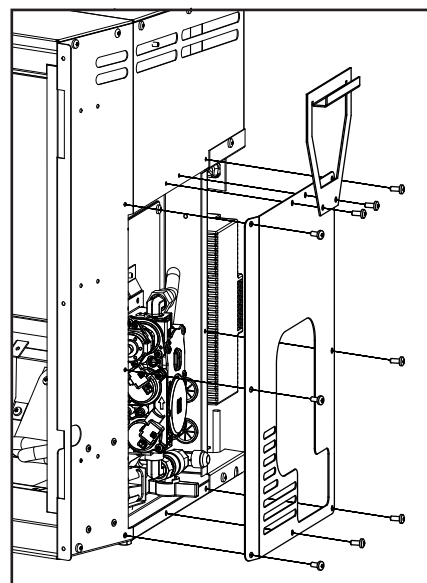

Figure 42 : Retrait du couvercle de soupape
9. Pour accéder à la vanne, retirez le couvercle de la vanne en dévissant les neuf (9) vis T20 sur le côté droit de l'appareil (voir Figure 42)